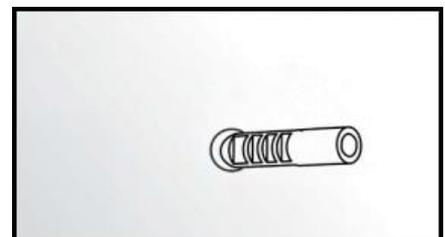

Abb. 3
- 3) Stecken Sie die Dübel in die Bohrlöcher (Abb. 3)